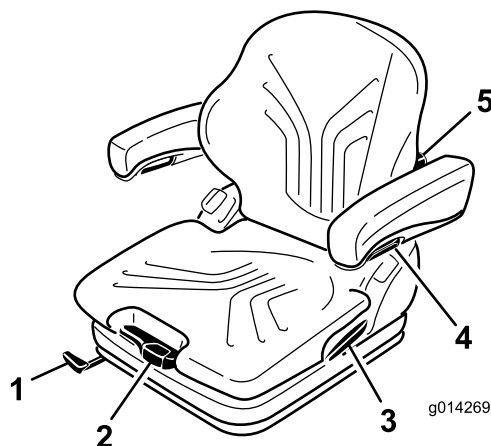

Figure 31
Le siège est réglé pour le poids du conducteur en tirant ou en poussant le levier de réglage correspondant (Figure 31).
1. Levez le levier pour débloquer et régler le siège (Figure 31).
En tournant le bouton de réglage vers le haut, vous pouvez régler le renflement de la partie supérieure du dossier. En tournant le bouton vers le bas, vous pouvez régler le renflement de la partie inférieure du dossier (Figure 31).
Pour régler la hauteur des accoudoirs, séparez le cache rond (Figure 31) du couvercle, desserrez l'écrou hexagonal (13 mm) qui se trouve derrière, réglez les accoudoirs à la position voulue puis resserrez l'écrou. Replacez la cache sur l'écrou.
Pour régler l'angle des accoudoirs, tournez le bouton de réglage (Figure 31).
Tirez sur le levier pour libérer le verrou du dossier (Figure 31). Lorsque le verrou est libéré, ne vous appuyez pas contre le dossier.